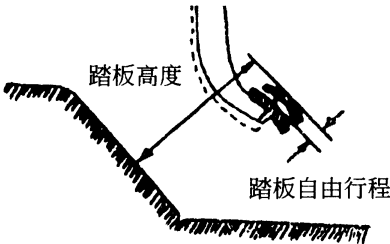

图 4-4 踏板自由行程的调整
1) 测量离合器踏板自由行程，按规定的规范数值进行调整，如图 4-4 所示。